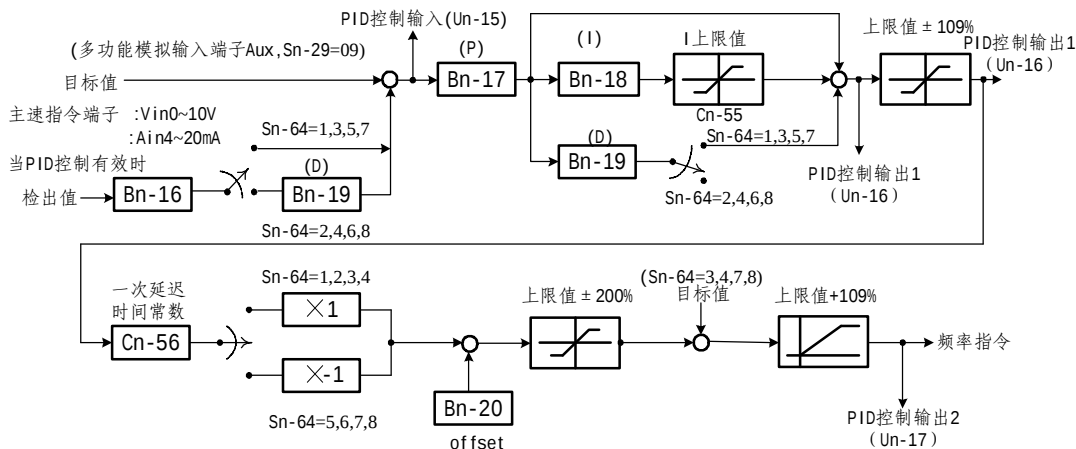

图 4-4 PID 控制方框图
(16) PID 检测值增益 (Bn-16)
(17) PID 比例增益 (P) 设定 (Bn-17)
(18) PID 积分时间 (I) 设定 (Bn-18)
(19) PID 微分时间 (D) 设定 (Bn-19)
(20) PID 偏置 (OFFSET) 调整 (Bn-20)
- 请参照图 4-4「PID 控制方框图」。